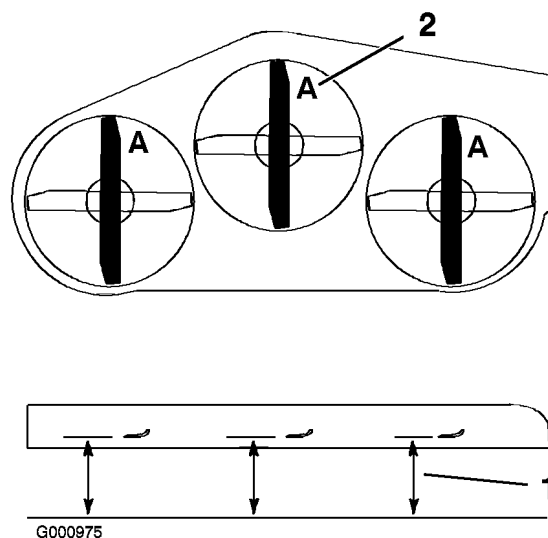

Figure 62
1. Tournez les lames dans le sens longitudinal (Figure 62). Mesurez la distance entre la surface plane et le tranchant (position A) des lames (Figure 62) et notez cette valeur.